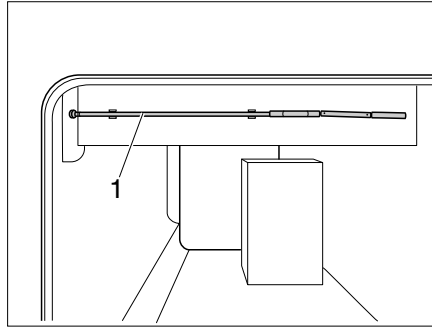

Fig. 149 Manivelle de réglage en hauteur
- Sortir la manivelle (Fig. 149,1) de son support.